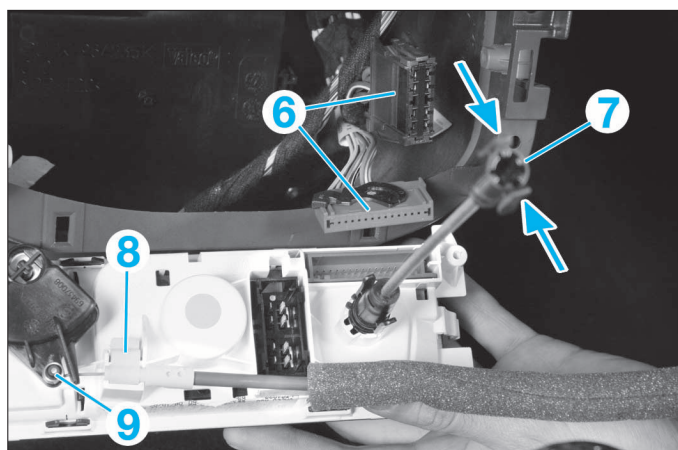

FIG. 10
- Débrancher les connecteurs (6) (Fig.10).
- Presser les agrafes de la tringle (7) pour la désaccoupler.
- Dégager l'arrêt de gaine (8) puis détacher le câble de commande (9).